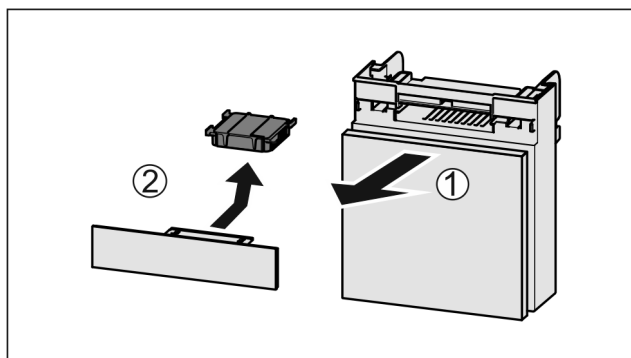

Fig. 86
- ▶ Издърпайте Fig. 86 (1) напред от отделениято.
- ▶ Извадете Fig. 86 (2) филтъра с активен въглен.